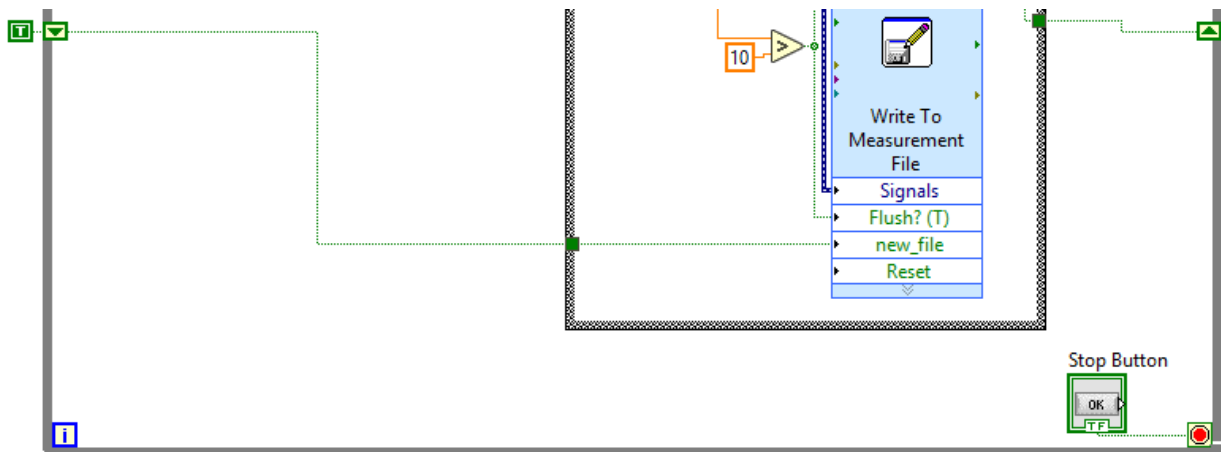

Рисунок 1-21 Запись в файл
- Нужно ли создать новый файл и записать данные в него, или продолжить запись в прежний файл из предыдущего цикла. Для этого используется еще один сдвиговый регистр, который инициализируется значением True перед началом цикла. Его значение изменяется на False в момент создания нового файла для записи. Как только запись в файл завершается (время превышает 10 с), в регистр снова записывается True. Значение этого регистра подключено ко входам new\_file и Flush функции Write To Measurement File. Параметр Flush определяет, будут ли данные сохраняться в файл Excel из временного файла. Параметр new\_file определяет, нужно ли записать данные в новый файл или же в конец текущего файла. Сброс этой функции сохраняет и закрывает текущий файл и создает новый файл для записи (рисунок 1-21).